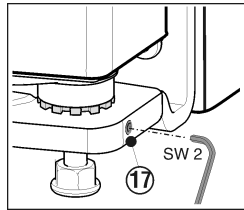

Fig. 11
- Немного выкрутите установочный винт *Fig. 11 (17)* (максимум на один оборот).
- Снова затяните установочный винт *Fig. 11 (17)*, чтобы зафиксировать опорный винт.
- Снова выкрутите средние установочные опоры (A) до контакта с полом.